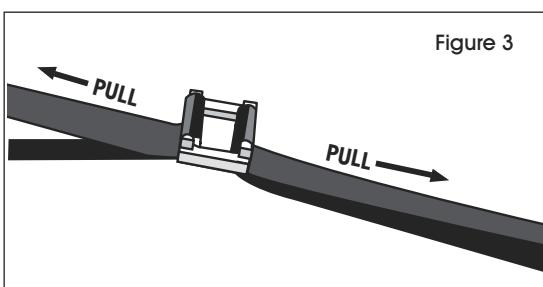

Figure 3
3. Pull both top ends of strapping in the opposite direction to manually tighten. (See Figure 3)
3. Tirez les deux extrémités supérieures du feuillard dans la direction opposée pour le serrer manuellement. (Voir Figure 3)